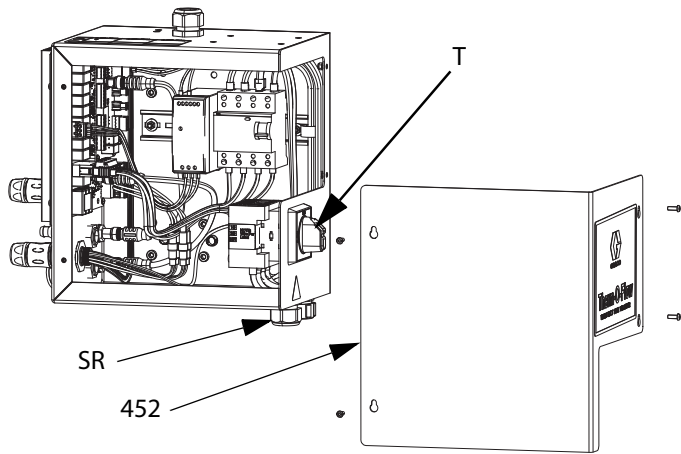

Рис. 9
3. Открутите винты и снимите крышку (452) с блока управления подогревом (S). См. Рис. 9, стр. 24.
4. Отверните два винта (433) и снимите крышку (457) с нижней части блока управления нагревом (S).